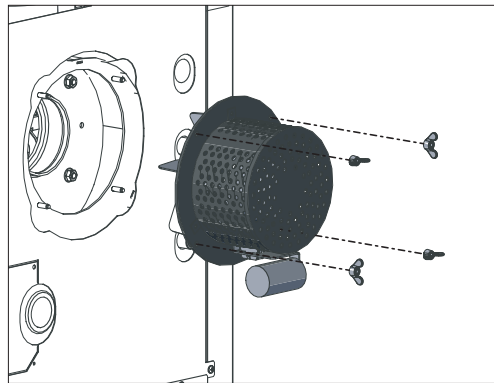

Fig. 62 Gebläsestecker abziehen und Flügelmuttern entfernen
- ▶ Gebläsestecker abziehen – Fig. 62.
- ▶ Flügelmuttern bei Gebläseeinheit entfernen – Fig. 62.